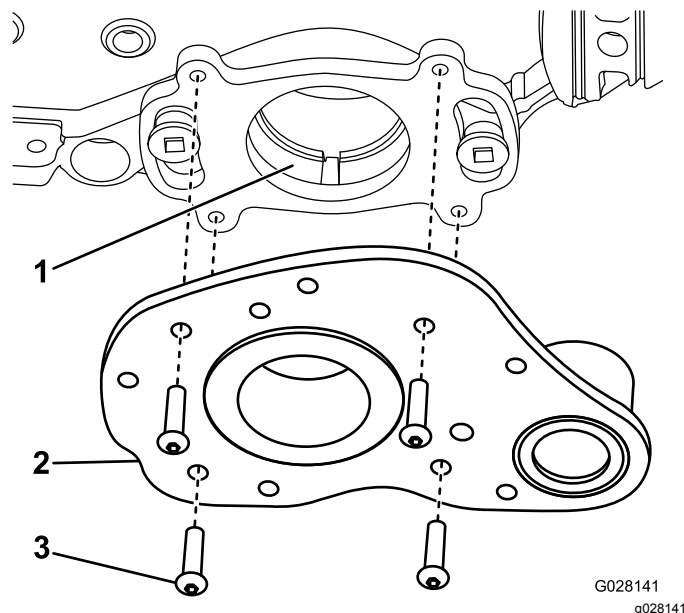

Figura 9
2. Aplique una capa ligera de grasa a la junta tórica y al casquillo (Figura 9).
3. Sujete el conjunto de la transmisión a la chapa de montaje trasera con 4 tornillos (Figura 9).